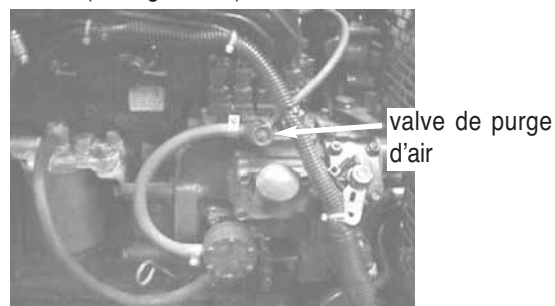

FIGURE D.1
1. Ouvrir complètement la valve de purge d'air en la tournant dans le sens inverse des aiguilles d'une montre. Elle se trouve au-dessus de la pompe à injection de combustible à côté du filtre à huile. (voir figure D.1)